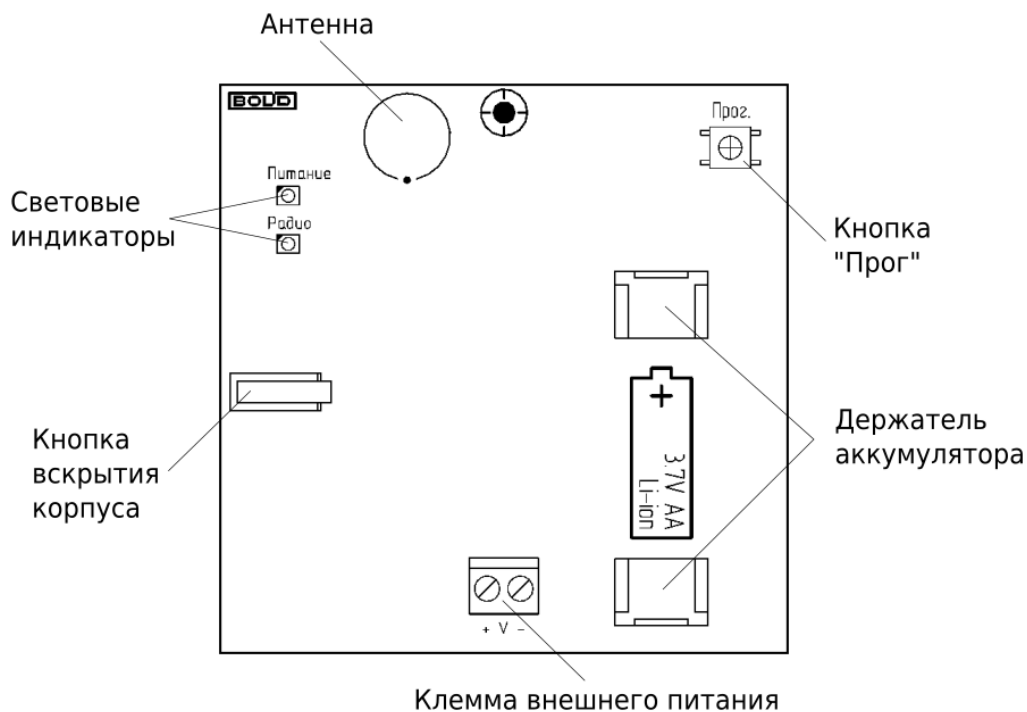

Рисунок 2.2 Расположение элементов на плате
На плате ретранслятора располагаются элементы питания и органы управления прибором (см. Рисунок 2.2):
- Нажать кнопку «Прог.» на плате ретранслятора (см. Рисунок 2.2) на время более 3 секунд.
Тест качества связи запускается посредством короткого нажатия на кнопку «Прог.» на плате прибора (см. Рисунок 2.2). Запуск процедуры может занимать до 2 секунд, при этом прибор осуществляет анализ радиоэфира и регистрацию на оптимальном ПКП или ретрансляторе.
- Отключите все источники питания и зажмите кнопку «Прог.» на плате устройства (см. Рисунок 2.2) до полной разрядки конденсаторов (5-10 с);
- После загорания индикатора «Питание» красным цветом одновременно зажмите кнопку «Прог.» и кнопку вскрытия корпуса (см. Рисунок 2.2);